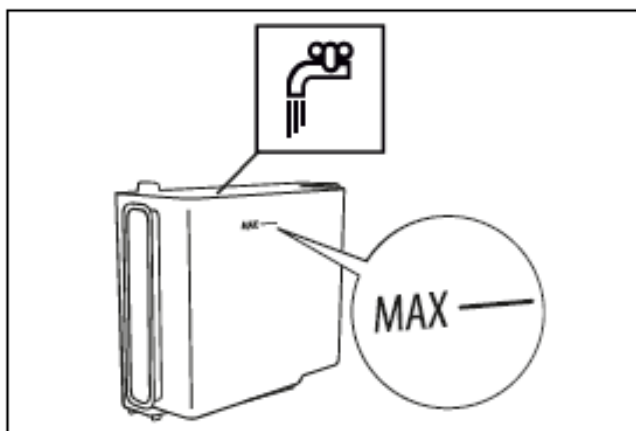

Рис. 57
1) «Ополосните и наполните резервуар водой» (рис. 57): прибор готов к циклу ополаскивания свежей водой. Опорожните емкость, использованную для сбора раствора для удаления накипи, извлеките резервуар для воды, опорожните его, промойте под проточной водой, наполните свежей водой до отметки MAX и установите обратно в прибор;